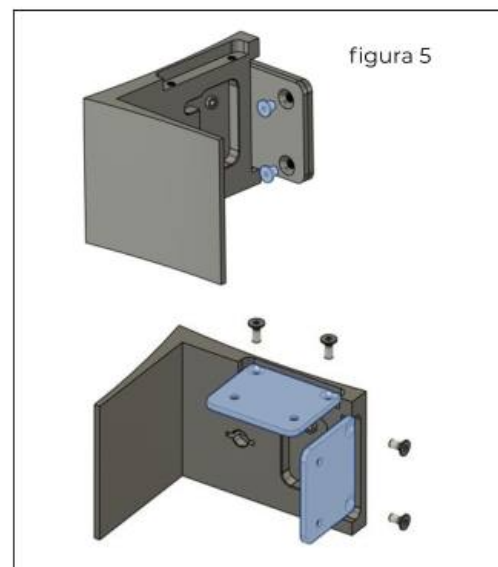

figura 5
9. Utilizza le viti in dotazione per fissare i supporti alle piastre di ancoraggio sia a dx che a sx (figura 5)